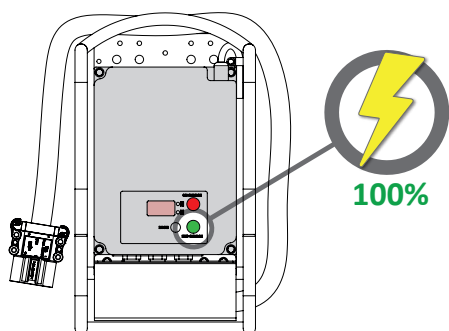

Fig. 17F - Attendere che la ricarica venga completata
5. Quando la batteria raggiunge il 100%, la spia rossa del caricabatterie diventa verde (Fig. 17F).